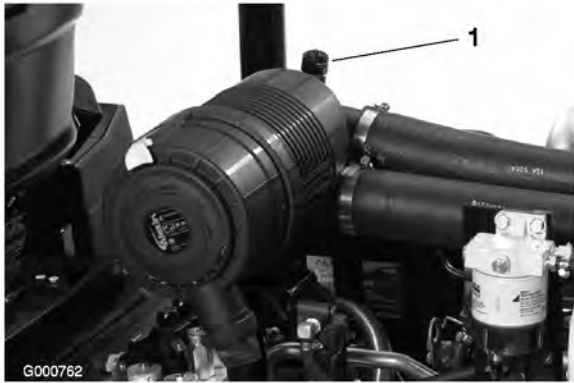

Figure 38
Faites l'entretien du filtre à air uniquement quand l'indicateur de colmatage (Figure 38) indique que cela est nécessaire. Le fait de changer le filtre à air prématurément ne fait qu'accroître le risque de contamination du moteur par des impuretés quand le filtre est déposé.
- Réarmez l'indicateur de colmatage (Figure 38) s'il est rouge.